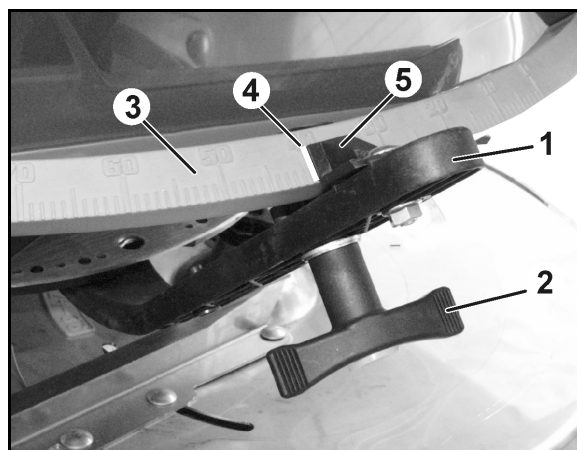

Fig. 54
2. Soltar la tuerca de mariposa (Fig. 54/2).
3. Localizar en la escala graduada la posición apropiada de la corredera (Fig. 54/3).
4. Posicionar los indicadores (Fig. 54/4) de las dos palancas de regulación (Fig. 54/5) en este valor de la escala.
5. Volver a apretar la tuerca de mariposa (Fig. 54/2).